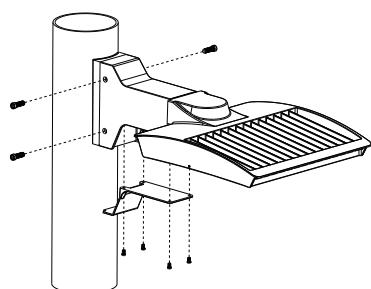

FIG. 4
3. Serrez les quatre (4) boulons M8 sur le bras fixe et attachez-le à l'adaptateur. Connectez les fils d'alimentation correctement, en conformité avec les schémas de câblage ci-dessus. Réalisez les connexions de câblage à l'intérieur du bras, ensuite serrez le couvercle inférieur avec les quatre (4) vis M4 (voir la FIG. 4). Les connexions de câblage peuvent aussi être réalisées à l'intérieur du poteau.